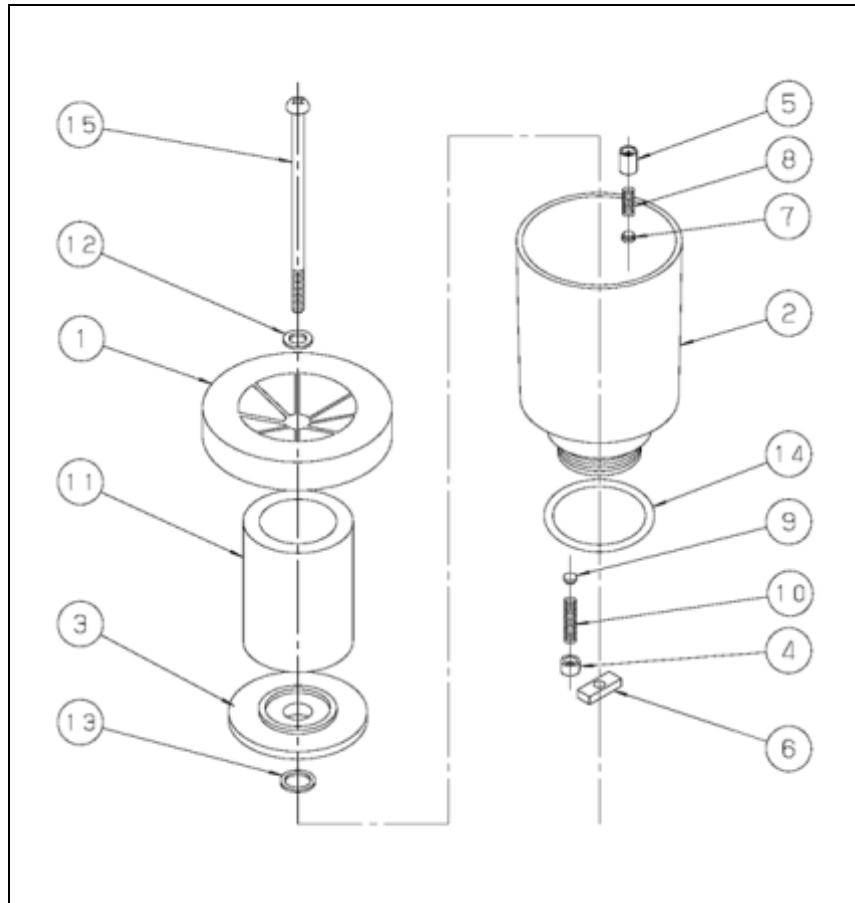

Figure 4 Composants de l'Oil Mist Trap
Les nombres cerclés renvoient aux composants de l'Oil Mist Trap représentés sur la figure 4.
- 2 Reportez-vous à la figure 4 et au tableau 2.
- 3 Dévissez la vis (15) avec un tournevis.
- 4 Retirez la vis et la rondelle de fermeture (12).
- 5 Retirez le couvercle (1).
- 6 Démontez l'élément filtrant (11), l'élément de tamponnement (3) et le joint (13) du contenant (2).
- 7 Placez l'élément de tamponnement (3) sur le joint (13).
- 8 Placez le nouvel élément filtrant (11) sur l'élément de tamponnement (3).
- 9 Remontez le couvercle (1) sur l'élément filtrant (11).
- 10 Insérez la vis (15) dans la rondelle de fermeture (12) et fixez le contenant (2).
- 11 Vissez la vis (15) dans le contenant (2).